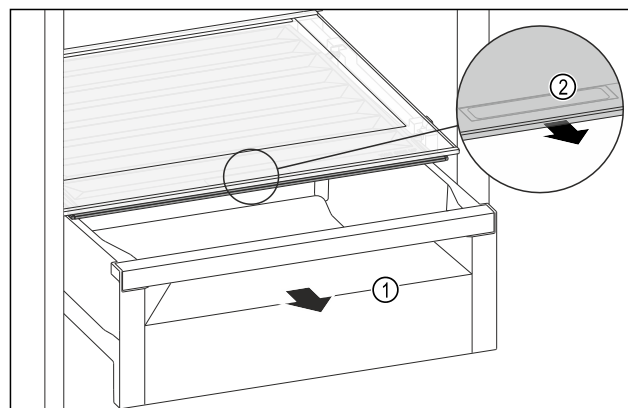

Fig. 144
- Retirer le tiroir Fig. 144 (1).
- Saisir la poignée encastrée Fig. 144 (2) du couvercle du compartiment et tirer le couvercle du compartiment par l'avant.